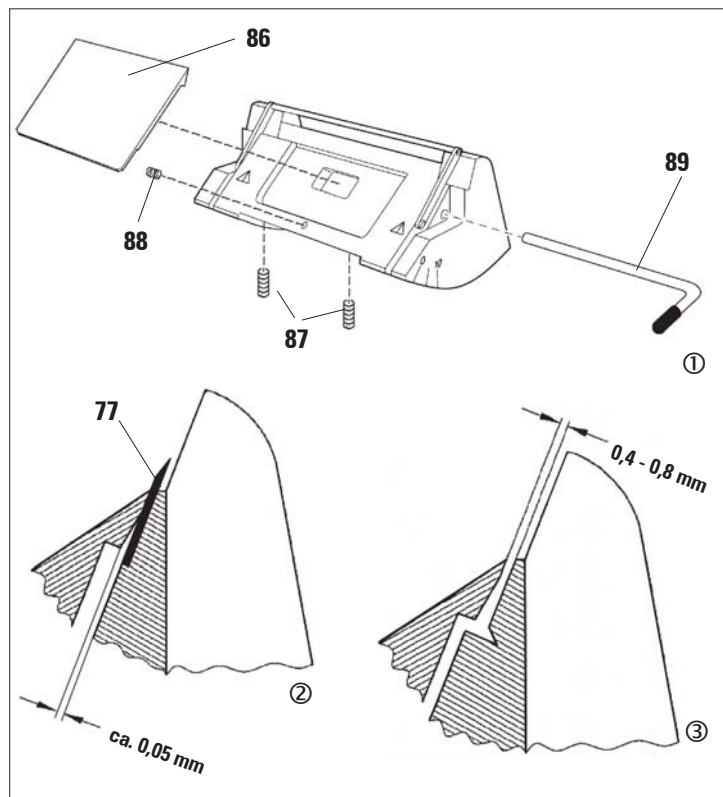

Fig. 31
- Placera tryckplattan (86) i läge, för in spännsaken (89) och fäst tryckplattan en aning (genom att dra åt spännsaken bara lite grann).
- Höjdjustera tryckplattan med skruvarna (87). Den övre kanten på de två tryckplattorna (86) och (80) ska sitta på samma höjd och parallellt.
- Snittvinkeln för den främre tryckplattan (86) justeras med inställningsskruv (88), som du kommer åt genom en öppning på knivhållarens undersida (se ritningen).
- Sätt i ett blad (77) och drag åt fastspänningsmekanismen (89) lätt.
- Med skruv (88) justerar du tryckplattan (86) så att det bara är tryckplattans övre kant som utövar egentligt tryck på bladet. Ett mellanrum måste vara synligt (Fig. 31/②). En liten skruvmejsel (ca. 3.0 x 70) behövs för justeringen.
- Vid justeringen, se till att det fortfarande finns ett mellanrum på ungefär 0.4-0.8 mm mellan de två tryckplattorna, innan fastspänningsmekanismen ännu dragits åt (Fig. 31/③).